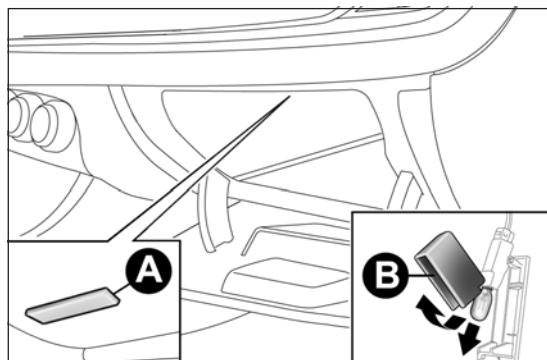

fig. 156
- ☐ apri il cassetto portaoggetti ed estrai la plafoniera A fig. 156;